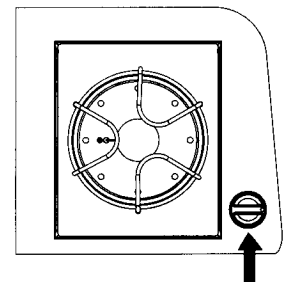

FIG. 10 Bouton de commande
1. Mettez le bouton du brûleur latéral à la position HIGH (voir fig. 10).